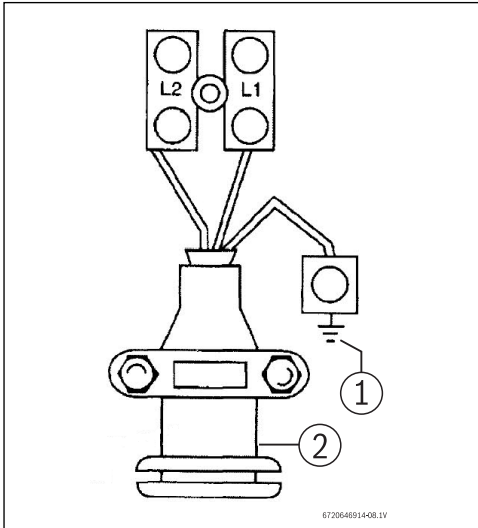

Fig. 4 Cable de terminación
- Conecte los cables al bloque terminal y a la clavija de tierra (Fig. 4):